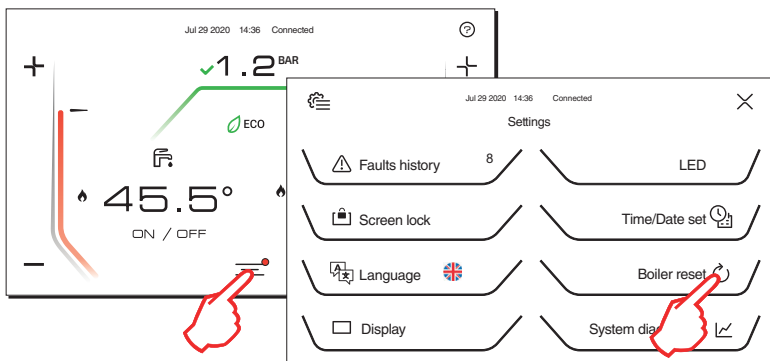

fig. 46
- 2 - Tocando el icono del menú principal y a continuación [Reset Caldaia] cuando se abre una pantalla similar a la ilustrada en fig. 46 (icono del menú principal con punto rojo).